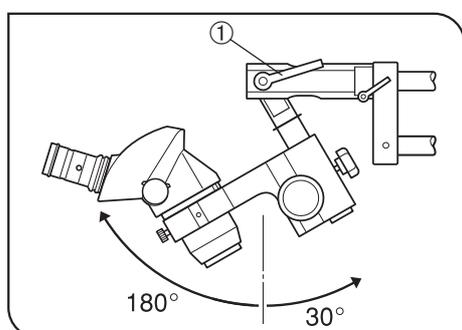

Fig. 19
4. Pour incliner le corps microscope vers l'avant ou l'arrière, desserrer le levier de blocage de l'inclinaison ①. (Fig. 19)